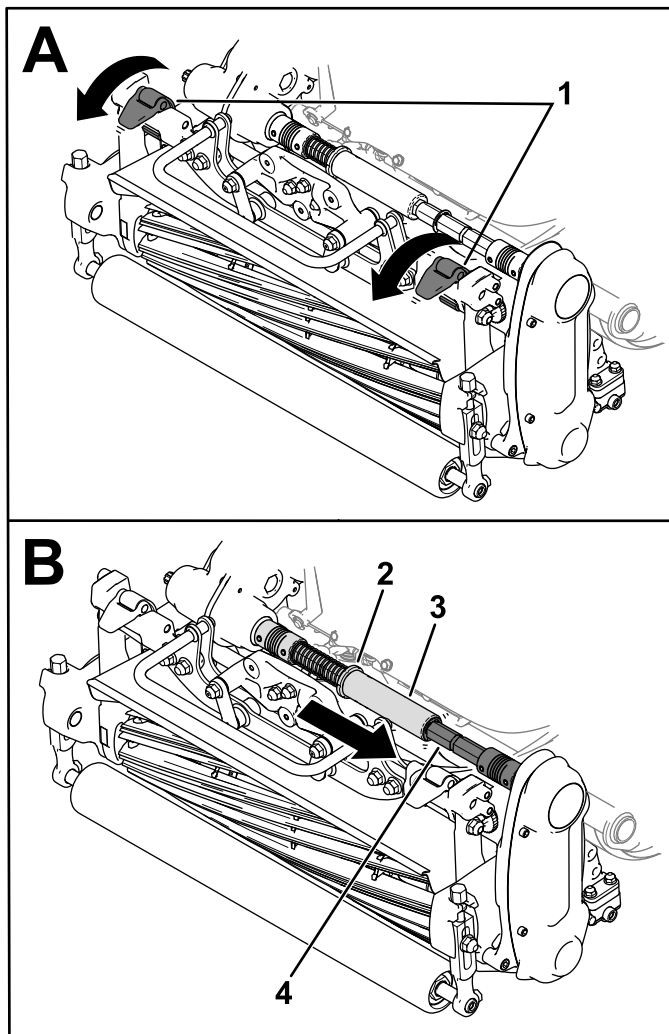

Figura 38
3. Abbassate i fermi delle sospensioni per fissare l'apparato di taglio alla macchina (Figura 38).
4. Estraiete il collare dalla scanalatura del giunto di accoppiamento della trasmissione e inserite il tubo esagonale nel giunto di trasmissione dell'apparato di taglio (Figura 38).